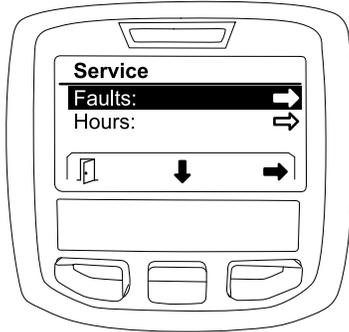

图26
1. 使用中间选择按钮滚动至 FAULTS 故障选项然后按右侧选择按钮进入故障屏幕 图26。